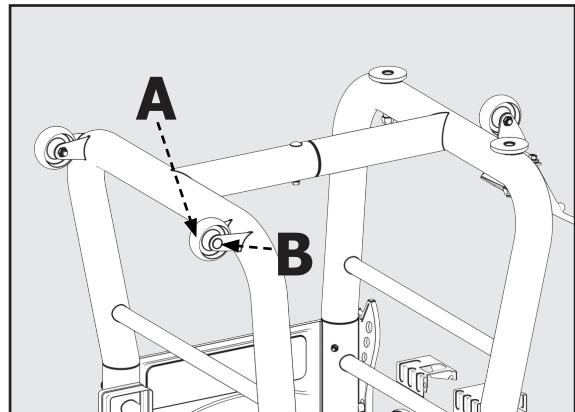

FIGURE 2
- Fixez les deux roulettes intégrées (A) sur les deux pieds gauches, à l'opposé de la roulette pivotante, à l'aide de vis de carrosserie M8 x 53mm comme sur la Figure 2.
- Modifiez les deux pieds réglables (C) en les vissant dans la jambe. Les pieds peuvent être ajustés pour niveler la scie et verrouillés en serrant l'écrou M12 sur le dessus. Voir la figure 2.